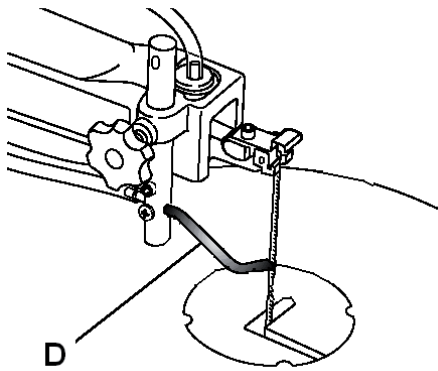

Рис. 3
- Встановіть вентилятор тирси (D. рис.3) та спрямуйте його на зону розпилювання.